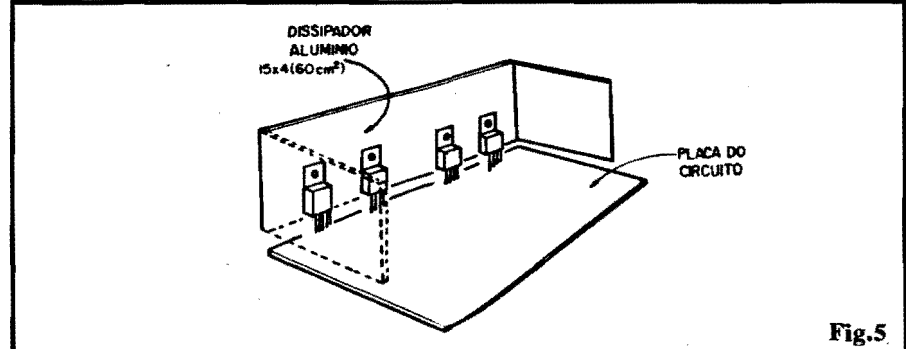

Fig. 5
– FIG. 5 – Instalação do dissipador. Os Integrados trabalham normalmente aquecidos, devendo portanto ser dotados de dissipador metálico com área mínima de 60 cm². São várias as opções para tal providência: uma simples placa de alumínio (1 a 2 mm de espessura) com 15 x 4 cm., dobrada e acoplada com parafusos e porcas às lapelas metálicas dos Integrados, é a solução mais simples. Também podem ser usados dissipadores comerciais, dotados de aletas. Outra possibilidade é usar-se a própria caixa metálica